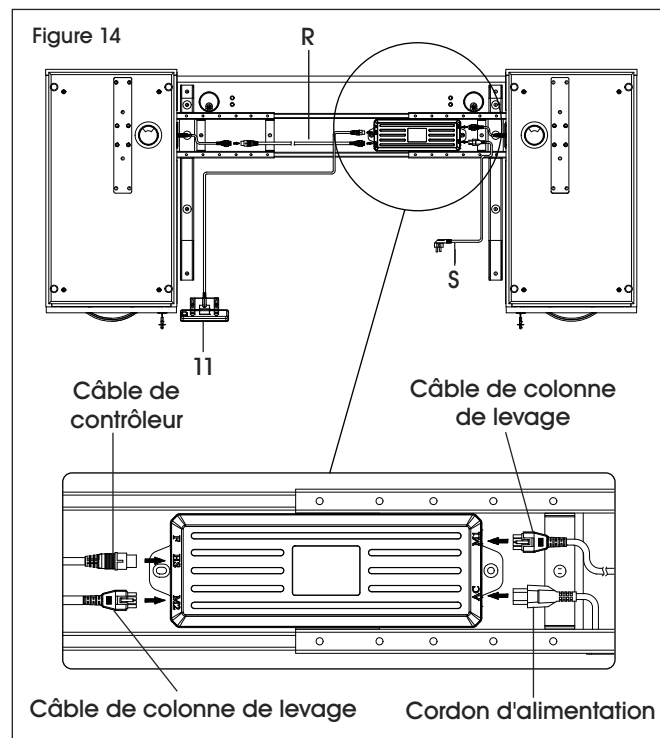

Figure 14
14. Branchez le cordon d'alimentation (S), le contrôleur programmable (11) et les câbles de colonne de levage au boîtier de commande (9). (Voir Figure 14)